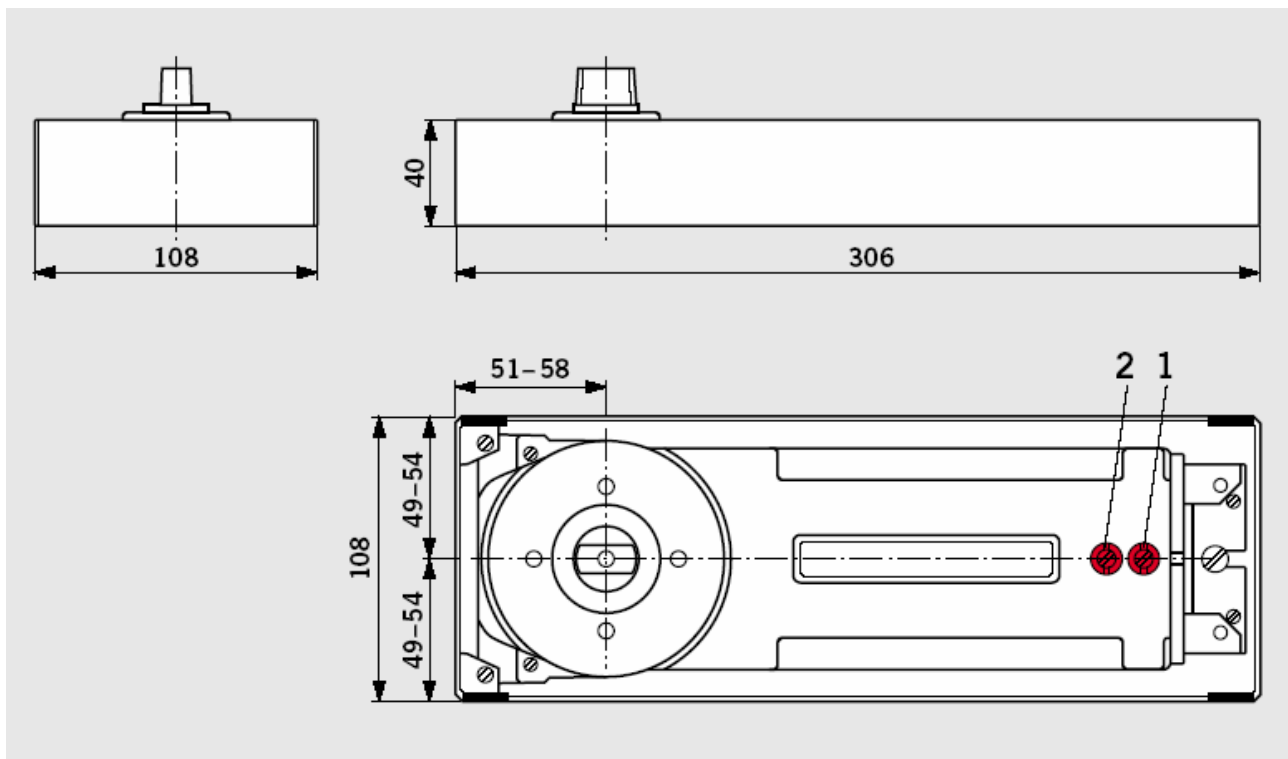

Рис. 3. Габаритные размеры доводчика DORMA BTS 84.
8. Если доводчик не оснащен функцией фиксации в открытом положении на 90° , то, для облегчения последующих операций, заверните до упора регулировочные клапаны 1 и 2. (Рис. 3).